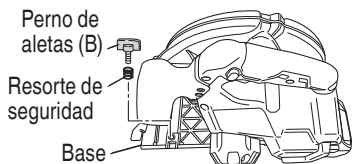

Fig. 19
3. Regulación de la guía (Guía de corte) (Fig. 19, 20)